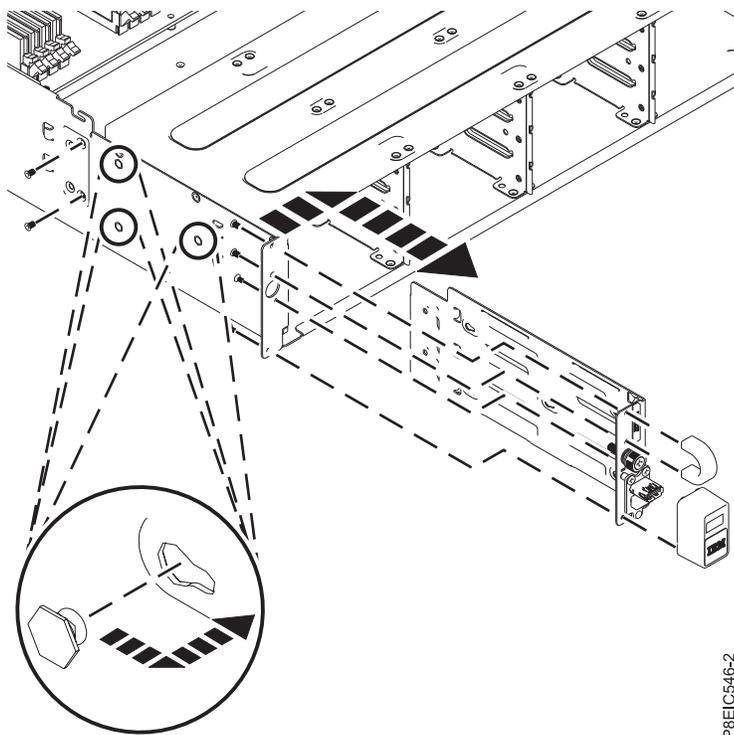

Figura 108. Removendo a USB frontal e cabo
5. Remova os quatro parafusos que prendem o painel USB e a alça ao conjunto frontal USB, conforme mostrado na Figura 108.
6. Remova os dois parafusos que prendem o conjunto USB na lateral do chassi, conforme mostrado na Figura 108.
7. Puxe o conjunto USB para frente, em seguida, retire a montagem USB para fora dos pinos na lateral do chassi, conforme mostrado na Figura 108.